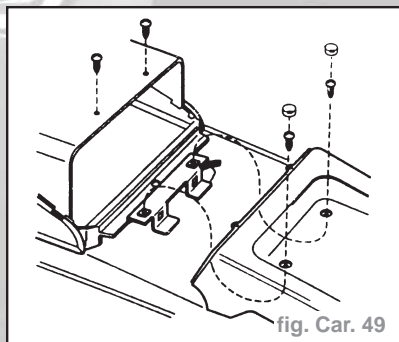

fig. Car. 49
- la console arrière de la fixation du soufflet du levier de commande de vitesses - deux vis (fig. Car. 49).